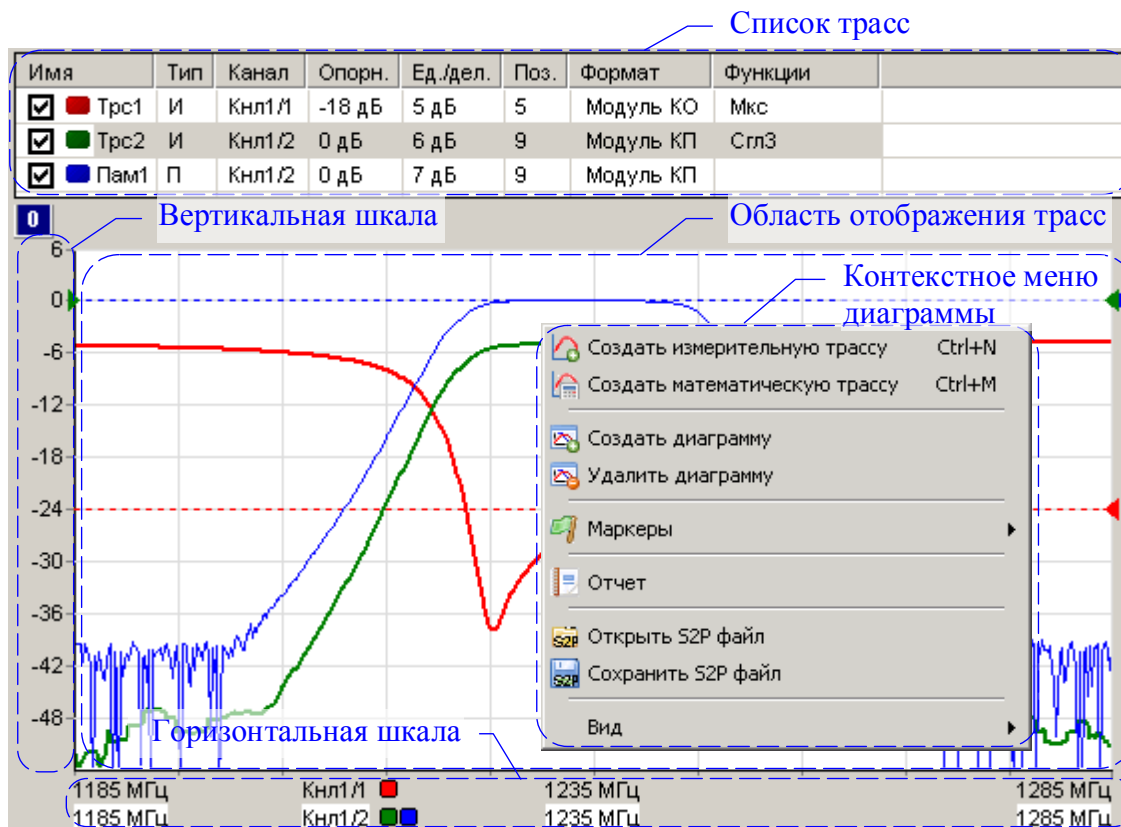
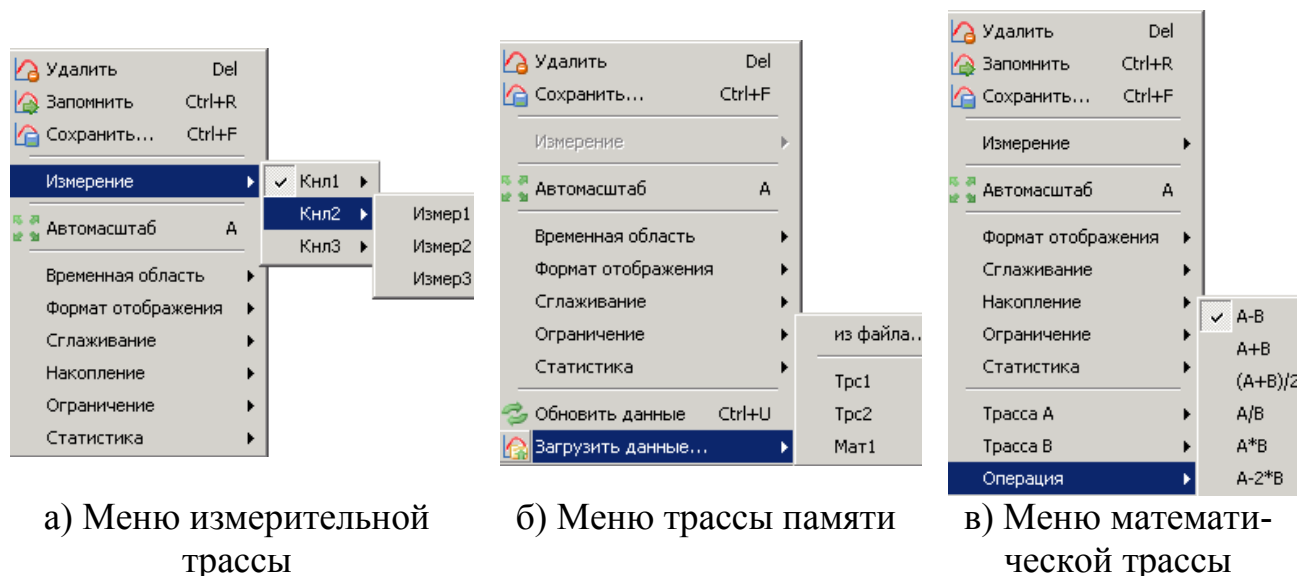

Рисунок 4.6 – Диаграмма
Рисунок 4.7 – Контекстные меню трасс
4.4.7 **Чтобы создать измерительную трассу**, следует в контекстном меню области отображения трасс (рисунок 4.6) выбрать соответствующий пункт или нажать комбинацию клавиш «*Ctrl+N*». Затем в контекстном меню созданной трассы (рисунок 4.7-а) или в панелях управления и инструментов (рисунки 4.9 и 4.12) задать необходимые параметры.
4.4.9 **Чтобы создать математическую трассу**, следует в контекстном меню области отображения трасс (рисунок 4.6) выбрать соответствующий пункт или нажать комбинацию клавиш «*Ctrl+M*». Затем в контекстном меню созданной трассы (рисунок 4.7-в) задать операнды и операцию над ними.
4.4.11 Список трасс автоматически расширяется при добавлении новой трассы. Можно немного сократить занимаемую списком площадь экрана, скрыв заголовки столбцов, очистив флажок «Вид \ Заголовки столбцов» в контекстном меню области отображения трасс (рисунок 4.6), или нажав клавишу «F12».
4.4.12 Математическая трасса и её операнды должны иметь одинаковое количество точек и принадлежать к одному и тому же «Измерению». По крайней мере, один из операндов должен быть трассой памяти. Операнды задаются в пунктах «Трасса A» и «Трасса B» контекстного меню (рисунок 4.7-в). В пункте «Операция» того же контекстного меню выбирается арифметическая операция, поточечно выполняемая над трассами. Под поточечной операцией, например разностью, понимается следующее: из Y -значения (откладываемого по оси ординат) первой точки трассы A вычитается Y -значение первой точки трассы B. Полученная разность записывается в первую точку математической трассы. В качестве X -значения (откладываемого по оси абсцисс) в первую точку математической трассы записывается X -значение первой точки трассы A. И так далее для всех остальных точек.
4.5.1 На область отображения трасс нанесена координатная сетка 10×10 делений. Шаг сетки по вертикали задается в списке трасс в столбце «Ед./дел.» (рисунок 4.6). В столбце «Опорн.» задаётся значение опорного уровня, которое должно приходиться на линию сетки с номером заданным в столбце «Поз.». Линии сетки нумеруются снизу вверх, начиная с 0. Например, если задана позиция 10, то опорный уровень будет соответствовать верхнему краю области
Примечание – Пункт контекстного меню трассы «Автомасштаб» (рисунок 4.7) или нажатие клавиши «А» (латиница) позволят подобрать масштаб и опорный уровень выделенной трассы, так чтобы она занимала большую часть области построения трасс. Если предварительно выделить несколько трасс, то для них будет выбран одинаковый масштаб.
4.5.3 Способ отображения горизонтальной шкалы зависит от состояния флажка «Вид \ Список измерений» контекстного меню диаграммы (рисунок 4.6). При установленном флажке отображаются все используемые в диаграмме «Измерения» с цветовыми метками соответствующих трасс, указываются начало, середина и конец диапазона изменения величины, откладываемой по оси абсцисс, и другие атрибуты «Измерения». При сброшенном флажке шкала приобретает обычный вид – с численными значениями под линиями координатной сетки. При этом значения соответствуют только выделенной трассе. Состояние флажка изменяется щелчком «мыши» или клавишей «F9».
4.6.4 На панели управления «Масштаб», приведённой на рисунке 4.10, могут быть заданы параметры масштаба выделенной трассы по вертикали – опорный уровень, масштаб (цена деления) и позиция опорного уровня. Указанные параметры повторяют параметры, содержащиеся в списке трасс, и рассмотрены в разделе 4.2. Кнопка «Автомасштаб» и одноимённый пункт контекстного меню трассы (рисунок 4.7) однократно подбирают такие масштаб и опорный уровень, чтобы трасса занимала большую часть области построения трасс.